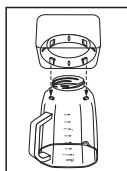

Fig. 15
- a. Para los modelos con jarra de vidrio Boroclass®, coloque la jarra boca abajo y coloque el collar en la abertura pequeña/inferior del vaso, asegurándose de que las muescas del collar encajen en las cuatro lengüetas del vaso (Fig. 15).